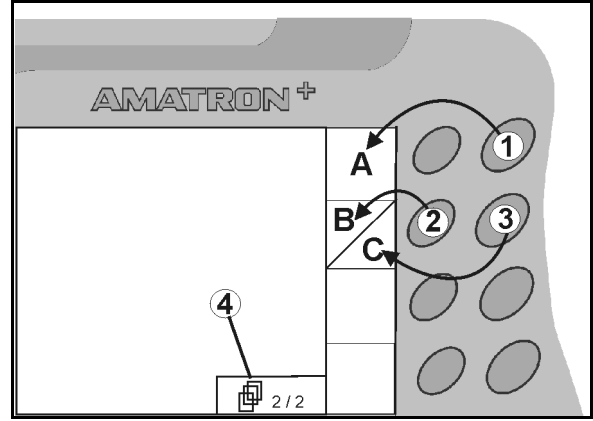

Fig. 8
- Ekranda kare alanlar görüntülenirse sadece sağ tuş (Fig. 8/1) fonksiyon alanına atanmıştır (Fig. 8/A).
- sol tuş (Fig. 8/2) sol üstteki fonksiyon alanına (Fig. 8/B) atanmıştır.
- sağ tuş (Fig. 8/3) sağ üstteki fonksiyon alanına atanmıştır (Fig. 8/C).
• Diğer menü sayfalarında gezinme sadece sembol (Fig. 8/4) ekranda görüntülenirse mümkün